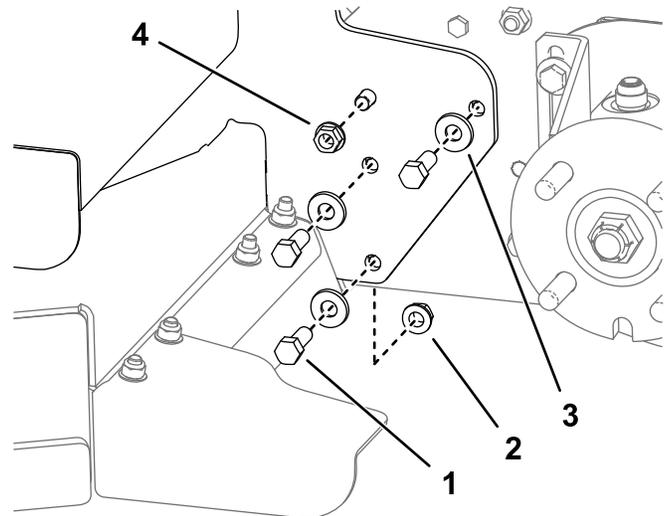

Figura 4
1. Instale 8 pernos ($\frac{3}{8}$ " x 1"), arandelas curvas y tuercas con arandela prensada para fijar la carcasa de corte rotativa en la unidad motriz, como se muestra en la Figura 4.